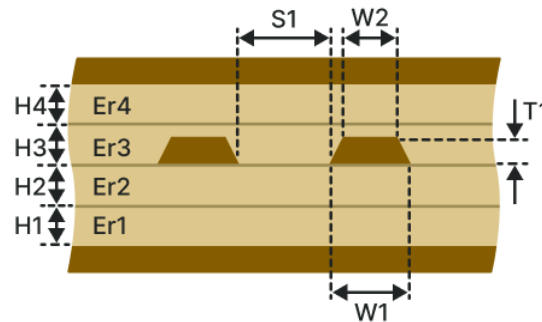

Рис. 152 Дифференциальная полосковая ЛП (ДП-2Н2В)
- Дифференциальная полосковая ЛП (ДП-2Н2В), см. Рис. 152.